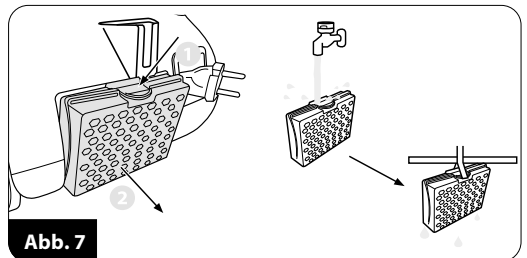

Abb. 7
Der Abluftfilter ⑫ befindet sich in der Klappe an der Rückseite des Staubsaugers und wird mit einem Druckknopf blockiert (Abb. 7). Nach dem Herausnehmen der Klappe mit dem Filter den Schutzschwamm entfernen. Filter und Schwamm unter fließendem Wasser ausspülen und sorgfältig abtrocknen. Vor der erneuten Montage des Filters den Schutzschwamm wieder anbringen.